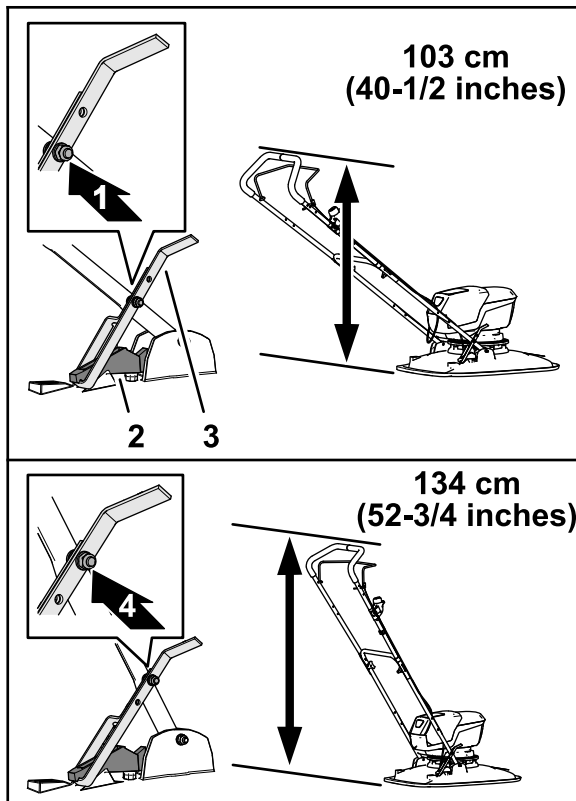

図 3
- 1. フットストップが上ストップブラケットに固定されているときのハンドルバーの高さを決定する図 3。